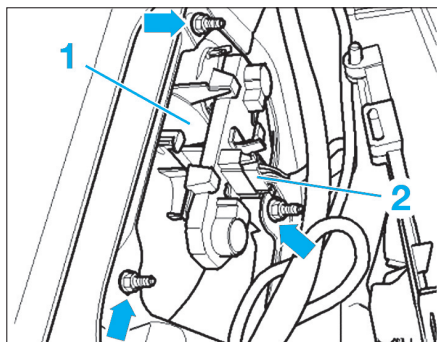

Fig. 68
• Débrancher le connecteur (2) (Fig.68).